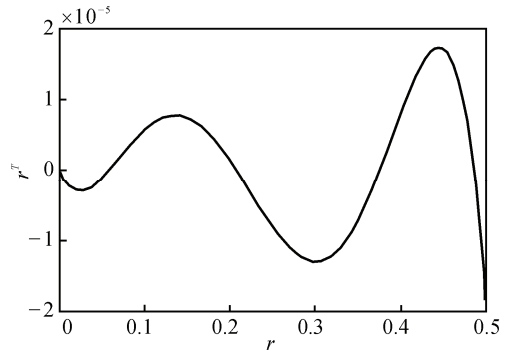

图 2 误差曲线
不考虑缩放关系，可以取 $R=1$ ，对公式 (3) 进行 4 阶多项式 Chebyshev 插值计算得 $a_4=0.116$ ， $a_3=0.165$ ， $a_2=0.00685$ ， $a_1=0.636$ ， $a_0=0$ 。根据式 (3) 和式 (4) 进行计算可以得到误差曲线如图 2。分析可知：插值误差绝对值小于 $\pm 2 \times 10^{-5}$ ，按一行 720 个像素计算，考虑缩放(缩放倍数小于 2)，该方法计算的最终误差也会小于 0.1 个像素。